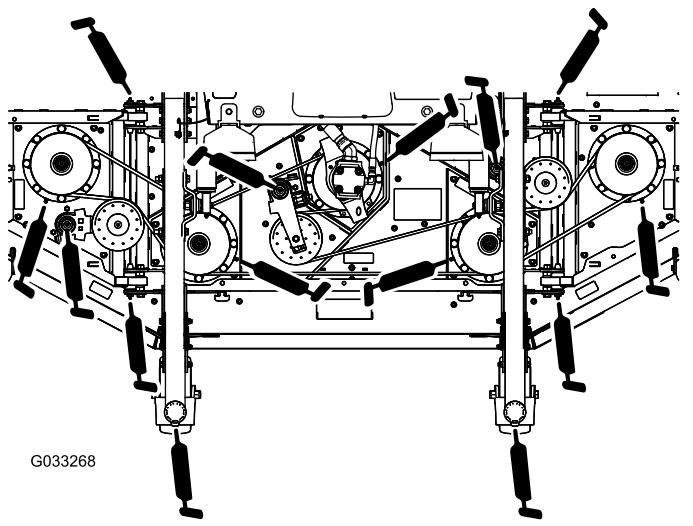

Рисунок 80
- Втулки валов вилок поворотных колес (2 шт.) (Рисунок 80)
- Подшипники шпинделей (5 шт.) (расположенные в корпусе шпинделей), как показано на Рисунок 80
- Втулки шарниров рычагов натяжных роликов (3 шт.) (расположенные на осях шарниров натяжных роликов), как показано на Рисунок 80
- Втулки крыльев передней деки (4 шт.) (расположенные на осях шарниров крыльев), как показано на Рисунок 80